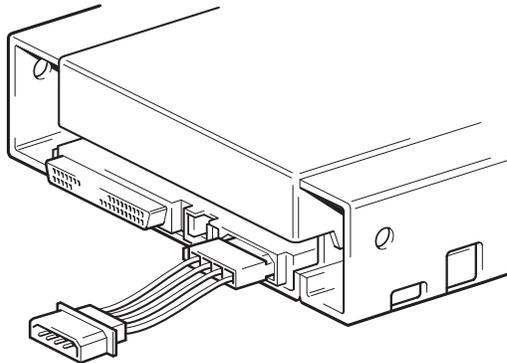

FIGURE 10. Connecteur d'alimentation du lecteur de bande interne
1. Utilisez un câble d'alimentation avec 4 broches supplémentaire pour raccorder le bloc d'alimentation interne de l'ordinateur au connecteur d'alimentation à l'arrière du lecteur de bande interne. La figure 10, page 33, indique l'emplacement du connecteur d'alimentation du lecteur de bande interne.